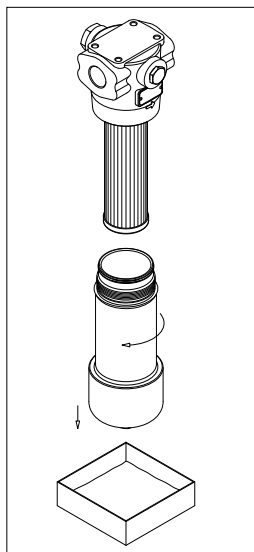

fig. 4
- (Fig. 4) Svitare il contenitore predisponendo un recipiente per la raccolta del fluido di lavoro